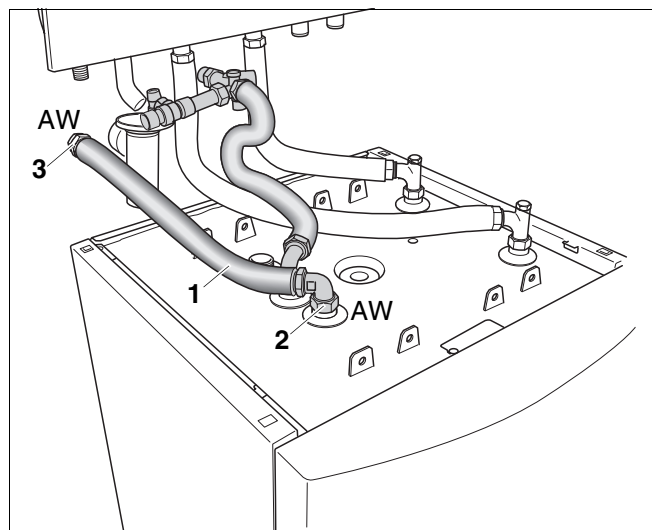

Abb. 16 Warmwasser-Anschlussrohr montieren
- Anschlusswinkel (Abb. 16, **Pos. 2**) am Speicheranschluss AW eindichten.
- Anschlusswinkel (Abb. 16, **Pos. 2**) ca. 45° nach links ausrichten (siehe Abb. 16).
- Reduzierdoppelnippel (Abb. 16, **Pos. 3**) am Wandanschluss AW eindichten.
- Warmwasser-Wellschlauch (Abb. 16, **Pos. 1**) mit Dichtung zwischen den Reduzierdoppelnippel und den Anschlusswinkel (Abb. 16, **Pos. 2**) am Speicheranschluss AW einschrauben.